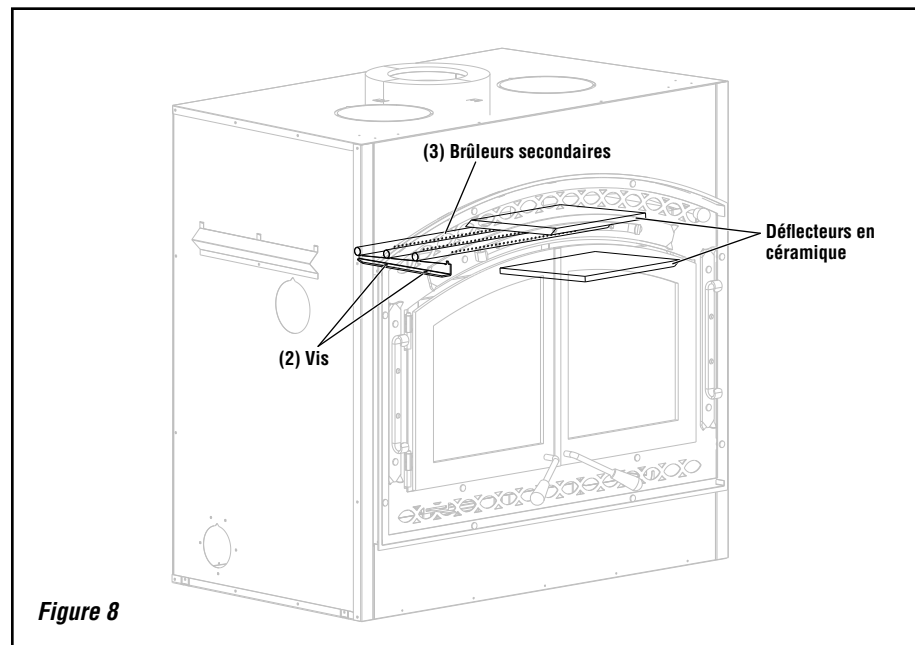

Figure 8
INSTRUCTIONS DE RETRAIT DES TUBES D'AIR SECONDAIRES (figure 8)
2. Pour retirer les brûleurs, retirer tout d'abord la patte qui maintient les tubes en position. Pour cela, retirer les deux (2) vis (voir figure 8) de fixation de la patte (en haut à gauche de la boîte à feu).